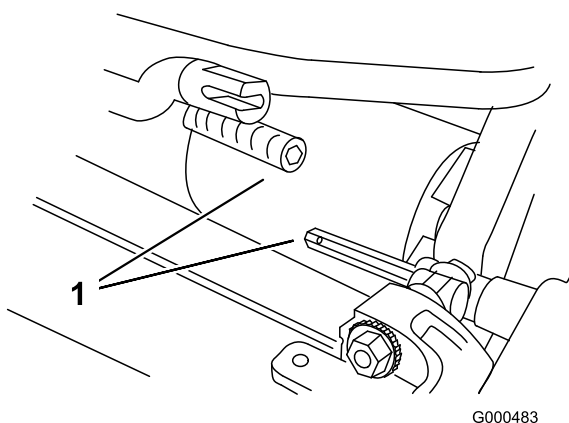

Figura 46
- Empurre a unidade de corte para a frente, cerca de 5,1 cm, e posteriormente para a direita de modo a desengatar a união da transmissão (Figura 46).